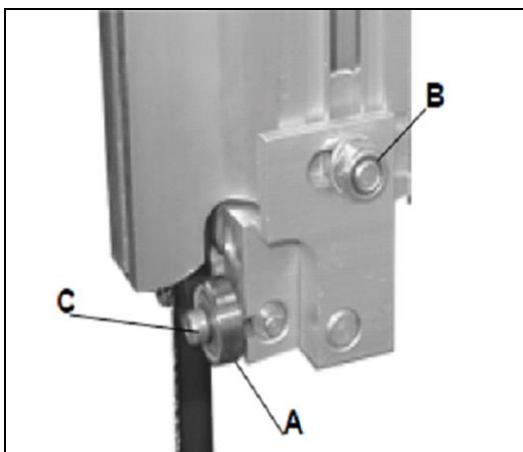

Fig 24
Die Sechskantmutter (B, Fig 24) lösen und die gesamte Führung in der Tiefe so einstellen, dass der Abstand vom Zahngrund zu den seitlichen Führungsrollen (A) ca. 2 mm beträgt.